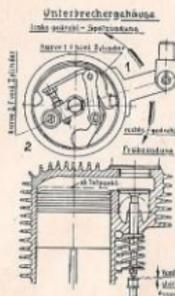

Abbildung 18.
2. Den Magnet auf volle Spätzündung stellen (s. Abb. 18 oben).
3. Die Magnetwelle in Pfeilrichtung drehen bis Unterbrecher bei Kurve 1 abzubrechen beginnt (s. Abb. 18 oben).